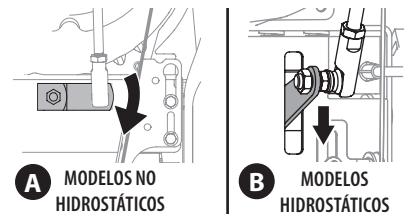

Figura 57
3. Asegúrese de que la palanca de cambios de la parte trasera de la transmisión esté girada hacia abajo hasta el máximo de rotación posible. Consulte la Figura 57, Detalle "A" para los modelos sin transmisión hidrostática o el Detalle "B" para los modelos con transmisión hidrostática.
4. Gire la férula hacia arriba o hacia abajo en la varilla de cambios según sea necesario hasta que quede alineada con el orificio superior de la palanca de cambios (Figura 57, recuadro).